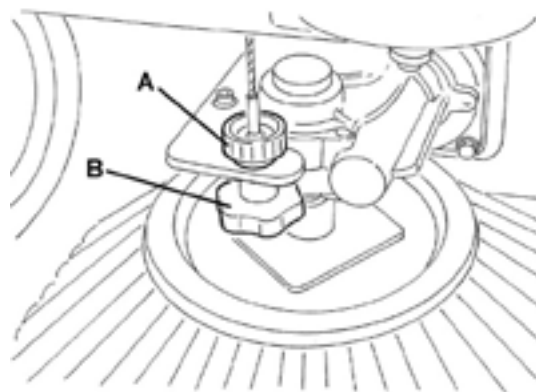

图 7
- 3) 松开位于刷子上方的旋钮 A（图 7）。
- 4) 转动旋钮 A（图 7），并提示：